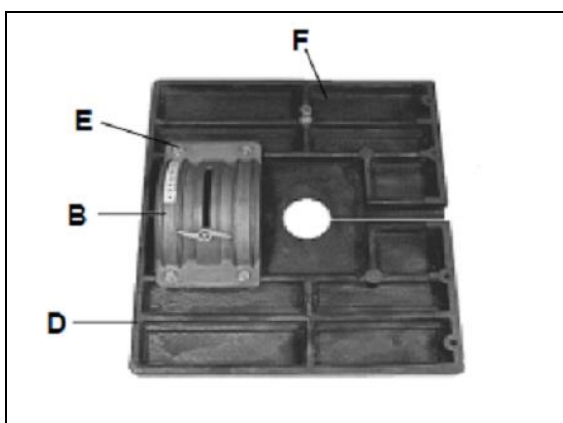

Fig 3
Positionner le dispositif de bascule de la table (B, Fig 3) sous la table de la scie (D) en utilisant les 4 vis hexagonales M8 x 16 (E) et les rondelles. Vérifier que la graduation d’inclinaison se trouve au bord de la table.